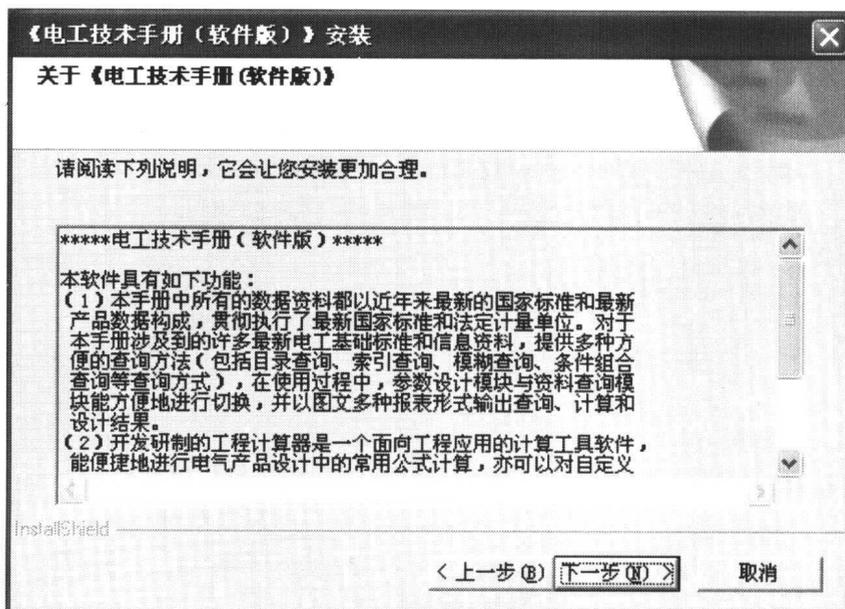

图 1-3 软件信息界面
- (4) 进入如图 1-3 所示的软件信息界面。在此界面中概要介绍了《电工技术手册（软件版）》的主要功能，单击“下一步”按钮。